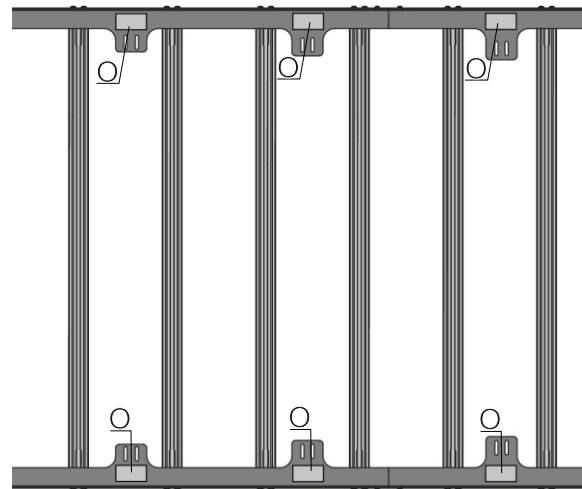

Рис.11
9. Перевернуть багажник, наклеить подушку на клейкой основе (поз. О) в указанных местах. (Рис.11). Наклеить подушки на клейкой основе (поз. О) на внутреннюю часть кронштейнов (поз.10). (Рис. 12).